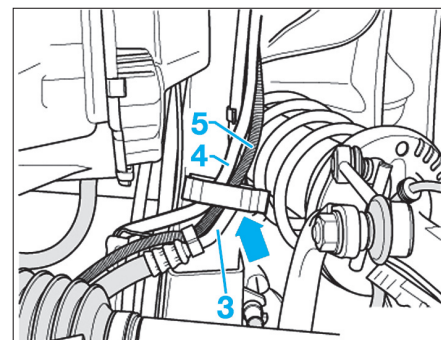

Fig. 19
- Déposer de l'entretoise, la conduite sous pression et la conduite de retour (3) et (4) (Fig.19).